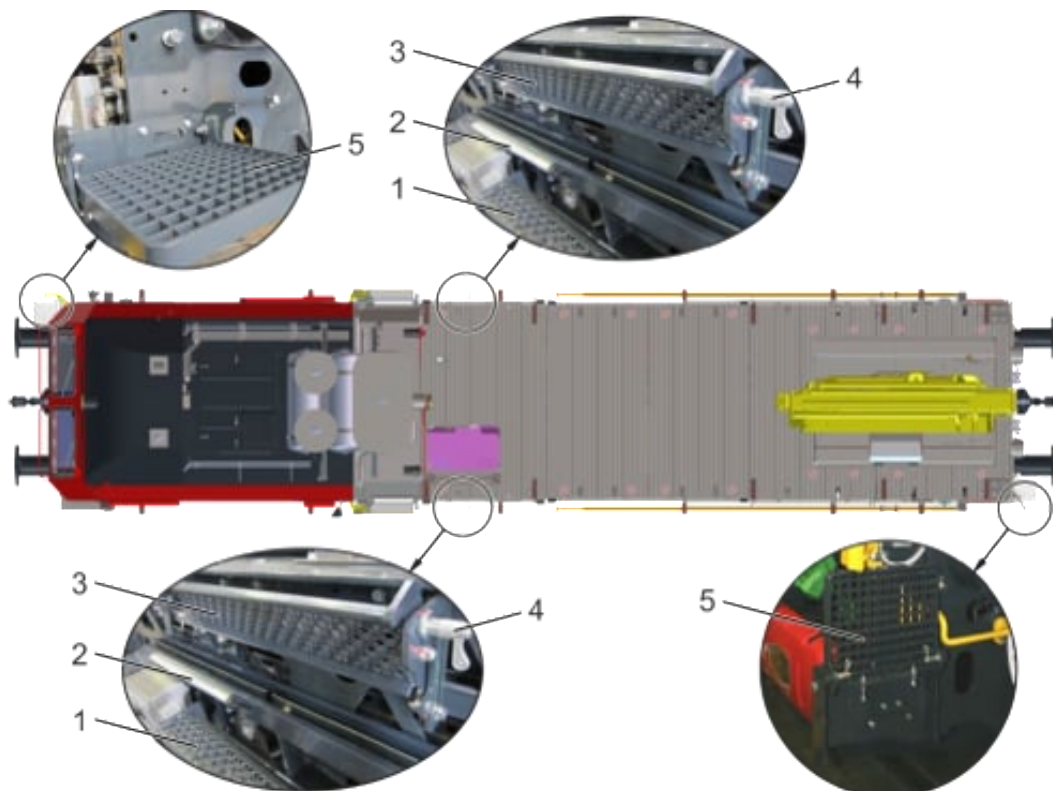

Abb. 127: Aufstieg und Rangiertritte
Klappbare Trittstufe (3) am Aufstieg, unter Benutzung des Federriegels (4) hochklappen, siehe Abb. 127.
Klappbare Trittstufe, siehe Abb. 127 (3), unter Benutzung des Federriegels (4) zurückklappen, um den Aufstieg zu ermöglichen.